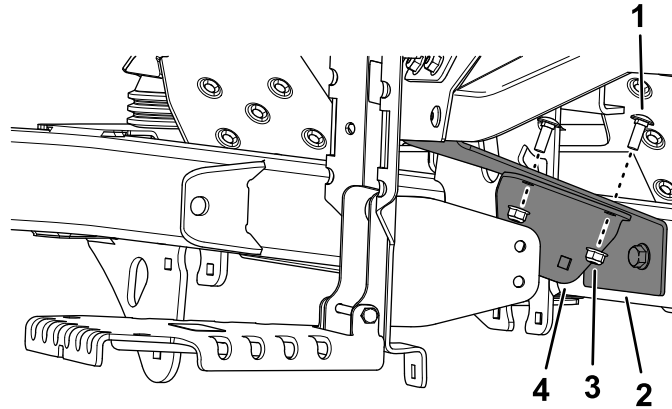

Figura 9
4. Sujete el soporte interior al soporte del módulo con 2 pernos de cuello cuadrado (5/16" x 7/8") y 2 tuercas (5/16"), como se muestra en la **Figura 9**.